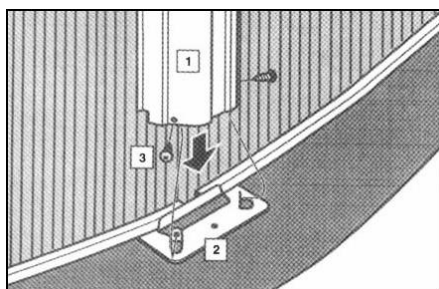

fig. 27
- a. Alinee la parte inferior de uno de los perfiles verticales (VER) (1), con las dos pequeñas lengüetas de las placas base T1 (2). Las lengüetas deben quedar al interior del perfil vertical, fig. 27.
- b. Alinee los orificios para colocar los tornillos TO2 (3), a ambos lados del perfil vertical, asegurándose que se fijan en los agujeros de las lengüetas de la placa T1 (2), fig. 27.